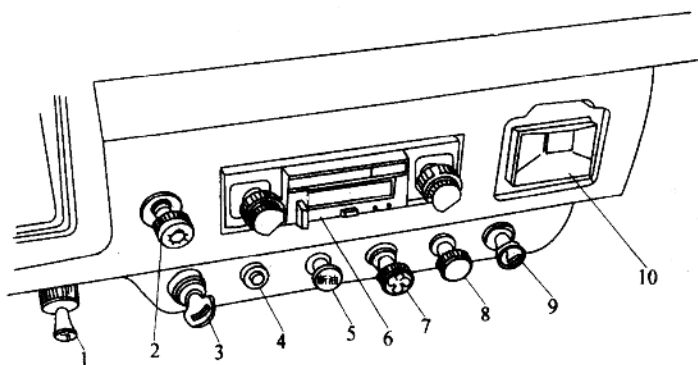

图 1-3 开关、按钮
(二) 开关、按钮、操纵手柄(见图 1-3)
8. 雾灯开关(见图 1-3)。当天气有雾或阴天视线不良时,可使用雾灯:将拉钮拉出雾灯亮,推回拉钮雾灯灭。